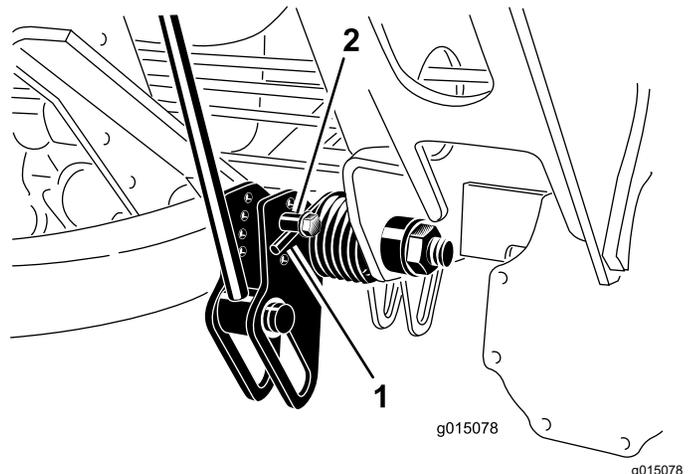

Bild 71
2. Führen Sie ein Rohr oder ein ähnliches Objekt in die lange Feder ein, um die Federspannung während der Einstellung aufzuheben (**Bild 71**).
3. Wenn Sie die Federspannung aufgehoben haben, nehmen Sie die Schraube und Sicherungsmutter ab, mit denen der Federaktuator an der Halterung befestigt ist (**Bild 71**).